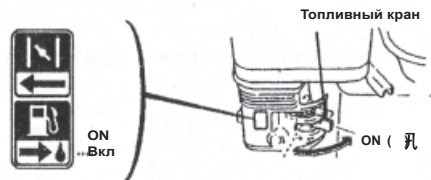

Рис.13
1. Установите топливный кран в положение «ON» («Вкл.») (Рис. 13)
а) Поверните переключатель двигателя в положение «ON» («Вкл.») (Рис. 13)